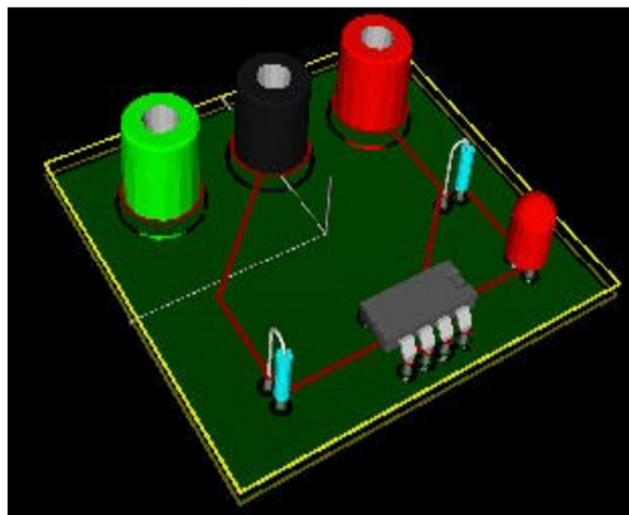

Рисунок 18 – Об'ємний вигляд друкованої плати
27. Збережіть ваш файл, клікнувши «Файл» → «Зберегти». Помилуйтеся вашою платою в 3D вигляді. Натисніть «Перегляд» → «3D вид» (рис. 18).